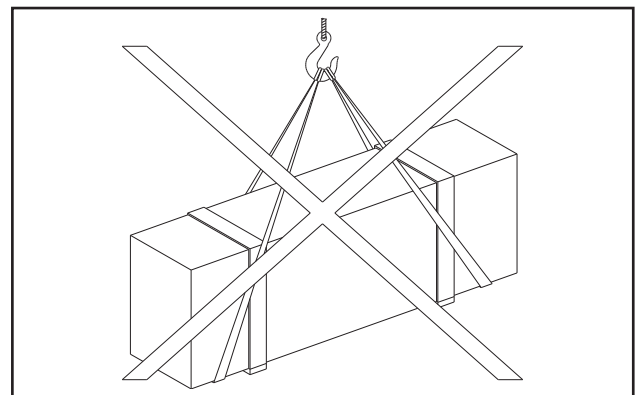

Fig.2 Emballage et manutention
**Non sollevare o spostare MAI il sollevatore mediante fascie o imbracature per il sollevamento (Fig.2).**
**NE JAMAIS soulever ou déplacer l'élévateur avec des sangles ou des élingues (Fig. 2)**